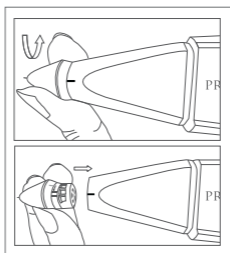

Abb. 1
1. Drehen Sie die Prüfspitze bei ausgeschaltetem Prüfgerät gegen den Uhrzeigersinn, um sie zu entfernen, wie in Abb. 1 gezeigt.